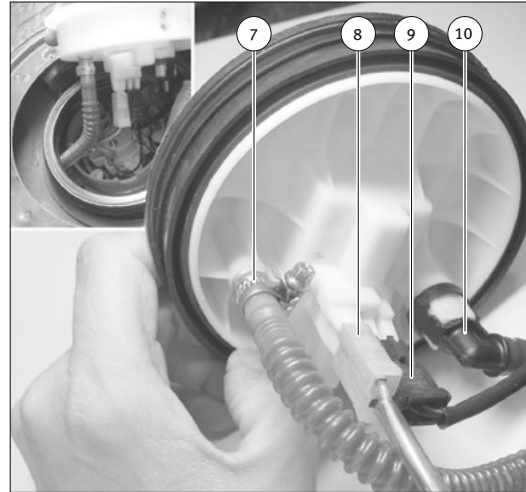

Abb. 3/Fig. 3/ Puc. 3/图3
- Dévisser les 3 visées (1) de la tôle de protection (2) et la retirer également.
- Débrancher le connecteur compact (4) et retirer la prise.
- Avec un outil adapté, dévisser les colliers de la conduite de refoulement (3) et celle d'alimentation en carburant (5). Attention de ne pas endommager les raccords ou les tuyaux à carburant.
- Nettoyer à nouveau la bague de fermeture (6) et proprement toute la zone alentours.
- Desserrer la bague de fermeture (6) avec l'outil spécial AUDI (AUDI-3217).
- Retirer tout doucement le couvercle de la bride vers le haut (voir Fig. 3).
- Brancher les raccords dans la partie inférieure du couvercle de la bride (voir Fig. 3):
- le tuyau de carburant (7) (collier de tuyau)
- deux prises électriques pour la pompe à carburant (8) et l'indicateur de niveau (9)
- la pompe à jet aspirant (10) (raccord à baïonnette)Attention de ne pas endommager les raccords.
- Отпустить три винта (1) на крышке и снять крышку (2).
- Разблокировать малогабаритную штепсельную вилку (4) и вынуть штепсельную вилку.
- Подходящим инструментом отпустить зажимы шланга на сливном трубопроводе (3) и подающем трубопроводе (5). При этом следить за тем, чтобы не повредить присоединения и топливные шланги.
- Еще раз тщательно очистить стопорное кольцо (6) и его окружение.
- Отпустить стопорное кольцо (6) специальным инструментом Audi (AUDI-3217).
- Осторожно вынуть крышку с фланцем вверх (см. рис. 3).
- топливный шланг (7) (шланговый хомутик)
- две электрические штепсельные вилки для топливного насоса (8) и датчика давления в топливном баке (9)
- эжекторный насос (10) (штыковое соединение)Следить при этом за тем, чтобы не повредить присоединения.
- Весь узел подачи топлива (11) осторожно вынуть движением вверх.